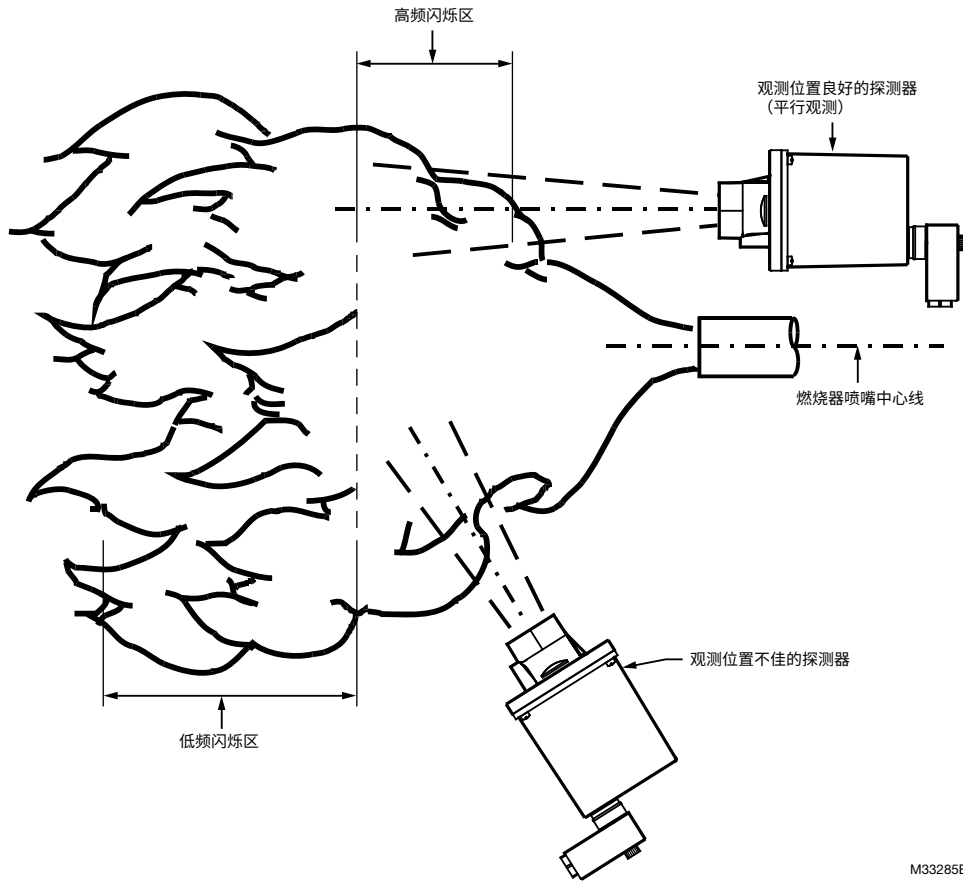

图 3. 红外线 (IR) 探头位置。
在多燃烧器应用中，重要的是观测目标火焰的高频、高辐射强度区域，同时观测背景火焰的低频、低辐射强度区域，如图 3 的红外线 (IR) 观测或图 4 的紫外线 (UV) 观测。可通过设置过滤器、增益和阈值，以便正确地区分和识别目标火焰，同时消除背景火焰。